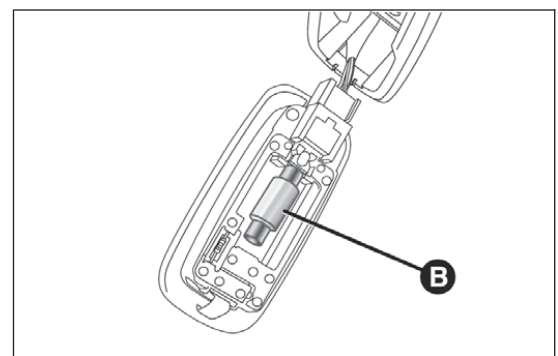

Abb. 198
- Die Lampe B Abb. 198 ersetzen und aus den seitlichen Kontakten lösen;